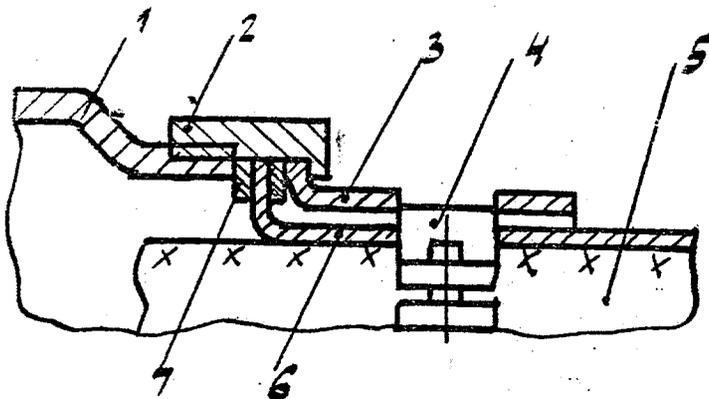

РИС. 16 Вариант 2 заделки хвостовика штепсельного разъёма.
- б) штепсельный разъем с экранированной гайкой, жгут имеет общий экран, диаметр жгута значительно меньше отверстия разъема. Заделку производите согласно рис. 16.